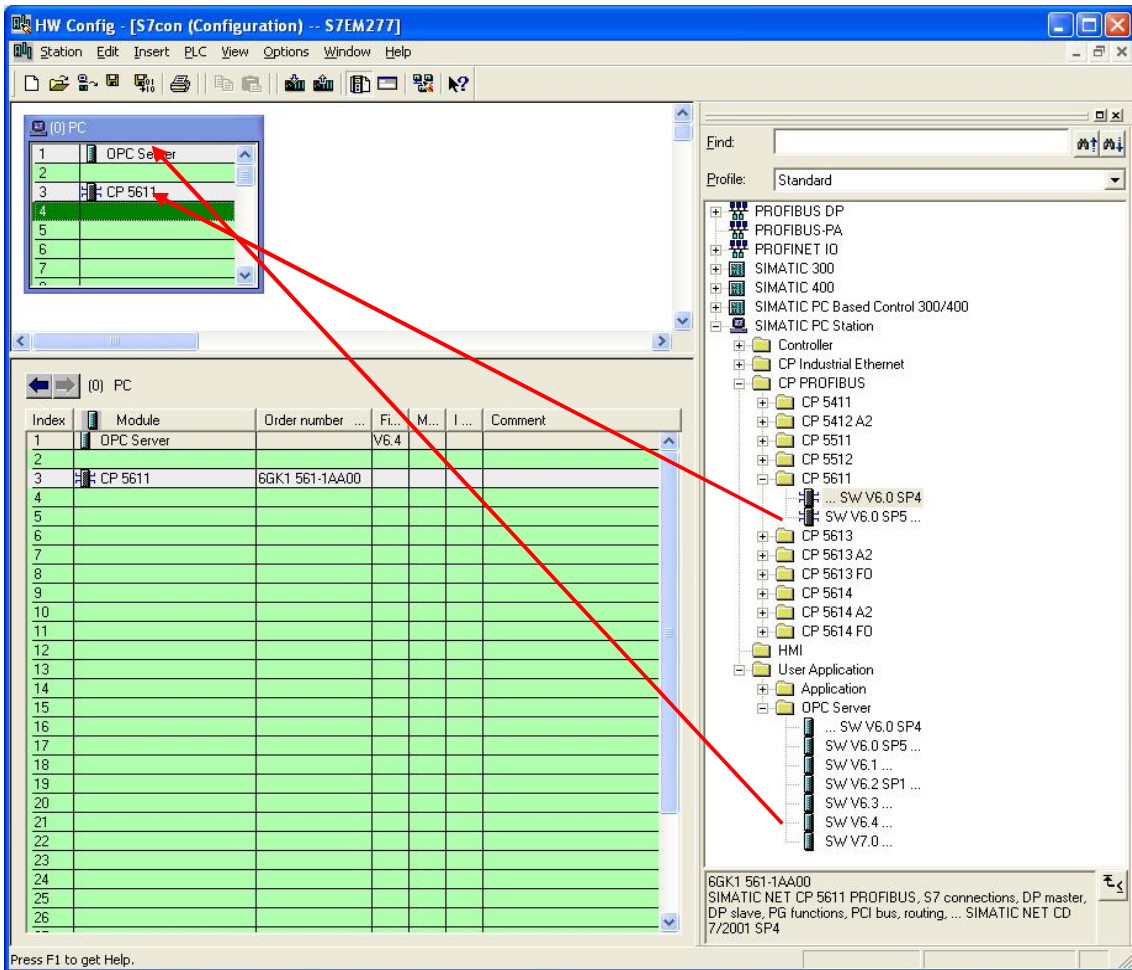

图 4
2. 打开硬件组态窗口, 组态与所安装的 SIMATIC NET 软件版本相一致的硬件, 插槽结构与在 Station Configuration Editor 组态的 PC 站一致, 编译并保存, 如图 4